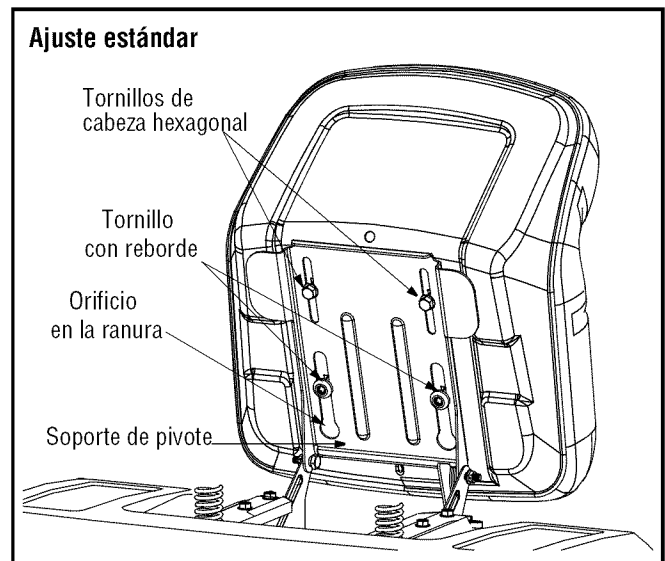
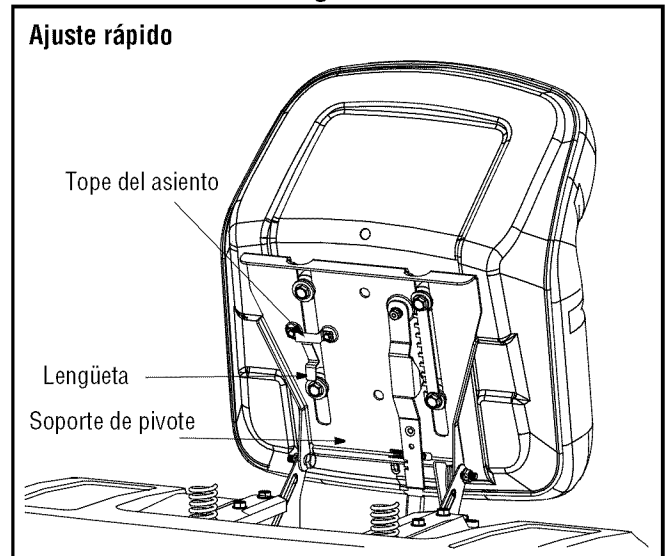
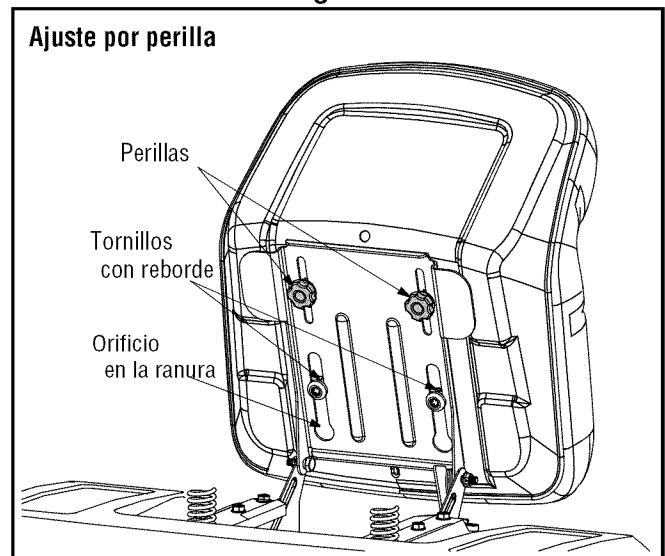

Figura 4
Figura 5
Figura 6
Consulte las Figura 4, Figura 5 y Figura 6 para identificar el estilo de asiento de su tractor, y siga las instrucciones correspondientes que se indican a continuación.
1. Coloque los tornillos con reborde (que se encuentran en la base del asiento) dentro de los orificios de las ranuras del soporte de pivote del asiento. Figura 4.
3. Seleccione la posición deseada para el asiento, y ajuste con los dos tornillos de cabeza hexagonal que extrajo antes. Vea la Figura 4.
NOTA: Si su asiento fue enviado montado hacia atrás en el soporte de pivote del asiento, tire hacia afuera la aleta que se encuentra en el tope del asiento y manténgala abierta mientras desliza el asiento fuera del soporte de pivote del asiento. Vea la Figura 5.
2. Deslice el asiento hasta que el espaciador delantero del asiento engrane en el tope del asiento. Vea la Figura 5.
1. Coloque los tornillos con reborde (que se encuentran en la base del asiento) dentro de los orificios de las ranuras del soporte de pivote del asiento. Figura 6.
3. Seleccione la posición deseada para el asiento, y ajuste con las dos perillas que extrajo antes. Vea la Figura 6.